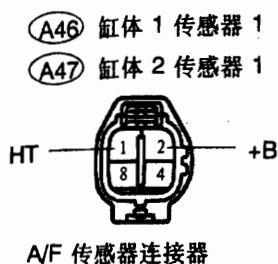
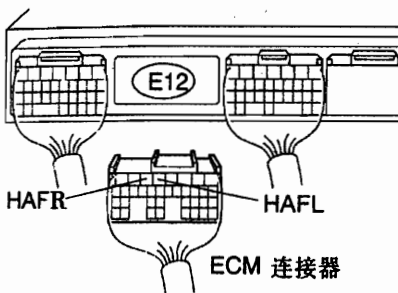
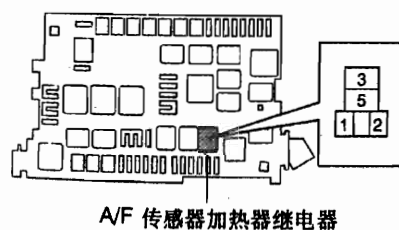

图 2-2-13
图 2-2-14
图 2-2-15
1) 脱开空燃比传感器和 ECM 连接器,如图 2-2-13 和图 2-2-14 所示,检测空燃比传感器配线侧连接器端子 A46-1 与 ECM 连接器端子 E12-5 间及空燃比传感器配线侧连接器端子 A47-1 与 ECM 连接器端子 E12-4 间的导通性,应导通。检测空燃比传感器配线侧连接器端子 A46-1 或 ECM 连接器端子 E12-5 与车身接地间的导通性,应不导通;检测空燃比传感器配线侧连接器端子 A47-1 或 ECM 连接器端子 E12-4 与车身接地间的导通性,应不导通
2) 脱开空燃比传感器连接器,从发动机室继电器盒内拔出空燃比传感器加热器继电器,如图 2-2-13 和图 2-2-15 所示,检测空燃比传感器配线侧连接器端子 A46-2 或 A47-2 与空燃比传感器加热器继电器插座端子 3 间的导通性,应导通。检测空燃比传感器配线侧连接器端子 A46-2 或空燃比传感器加热器继电器插座端子 3 与车身接地间的导通性,应不导通;检测空燃比传感器配线侧连接器端子 A47-2 或空燃比传感器加热器继电器插座端子 3 与车身接地间的导通性,应不导通